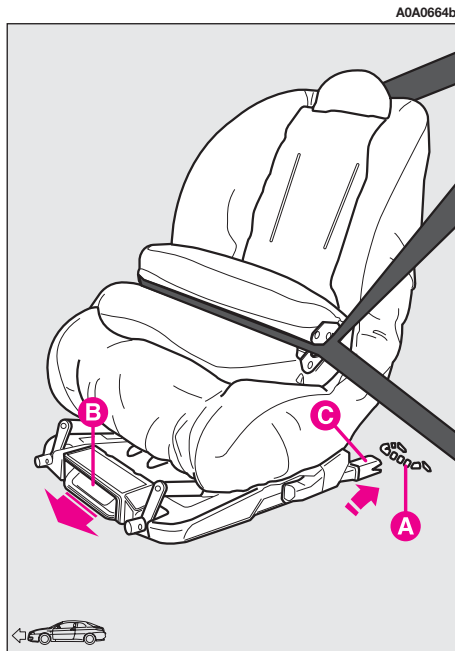

fig. 49
- s'assurer que le levier de décrochage (**B**-fig. 49) soit en position de repos (rentré);